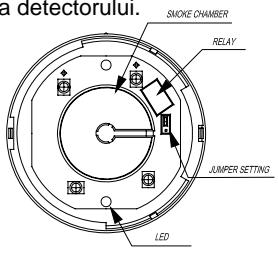

Fig. 3 Structura detectorului cu carcasa scoasa.
- Pentru a seta releul din NO in Normal Inchis (NC), introduceti o surubelnita in gaura dreptunghiulara aflat in partea de imbinare intre soclu si detector si rotiti capacul astfel se poate da jos capacul .
- Conform fig 3. Localizati jumperul de pe placă electrică. Mutati jumperul pe pozitia NC.